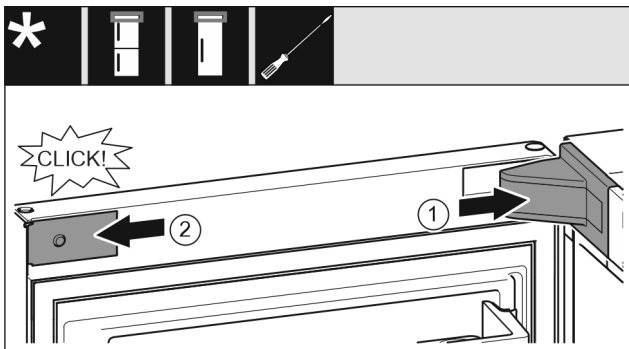

Fig. 19
- ▶ Lagerbockabdeckung aufsetzen und einrasten, ggf. vorsichtig auseinanderdrücken. *Fig. 19 (1)*
- ▶ Blende seitlich ansetzen und einrasten. *Fig. 19 (2)*